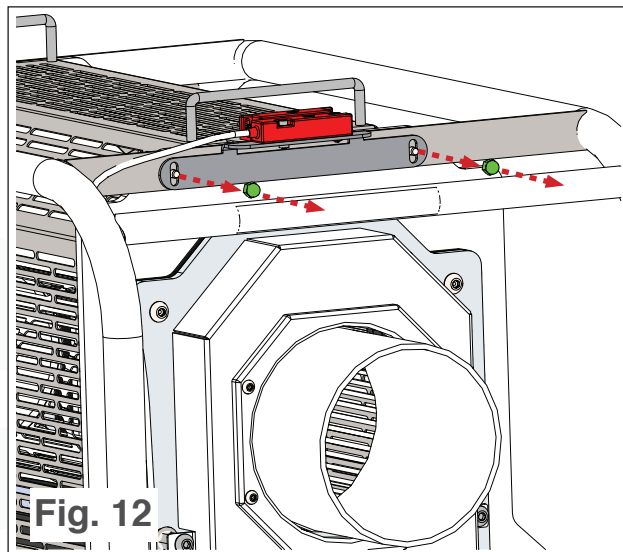

Fig. 12
1. Quite los pernos de la tolva de un lado de la T2 (vea la Fig. 12).